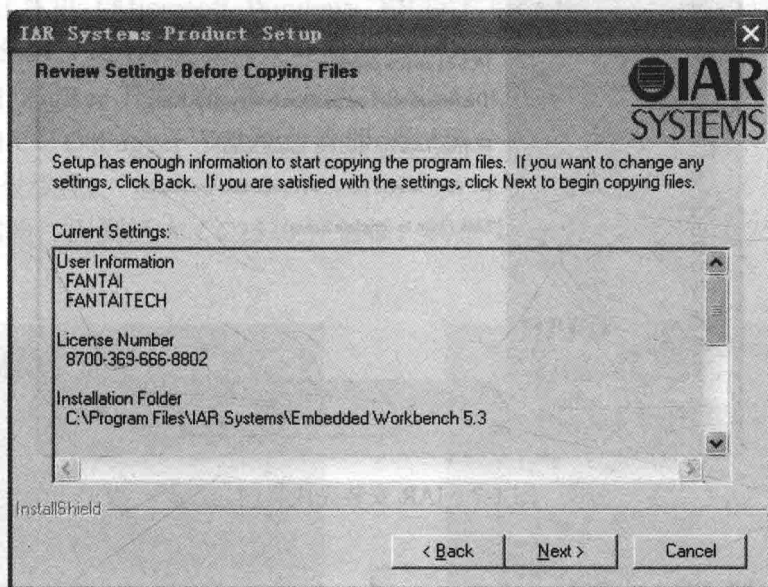

图 1-5 IAR 安装选项确认界面
(7) 单击 Next 按钮，出现如图 1-5 所示的界面，在这里可以查看输入的信息是否正确，如果需要修改，单击 Back 按钮返回修改。